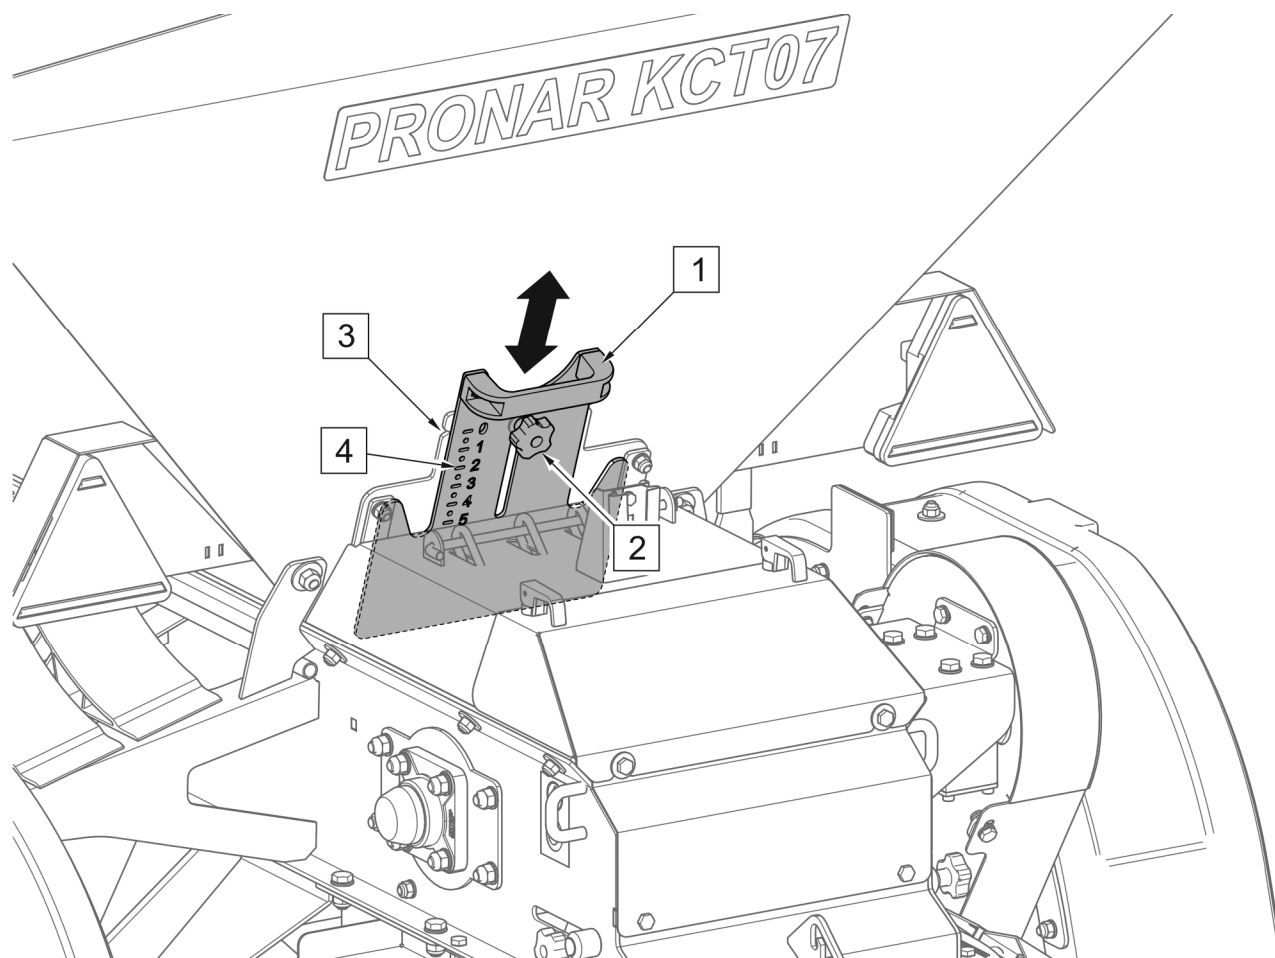

РИСУНОК 4.5 Налаштування затвора стрічкового конвеєра
Щоб змінити кількість розсипаного матеріалу (РИСУНОК 4.5), послабте затискний гвинт (2) і перемістіть затвор (1) у потрібне положення. На затворі є шкала (4), яка інформує про поточне налаштування. Завершивши регулювання необхідно затягнути кріпильний гвинт (2).
Налаштування затвору (РИСУНОК 4.5)	Ширина посипання піском (м)
Налаштування затвору (РИСУНОК 4.5)	Ширина розкидання солі (м)
- Встановити затвор (РИСУНОК 4.5) на потрібну висоту та рухайтесь з постійною швидкістю.
- Виміряйте довжину вимірювального відрізка (L) і ширину розкидання (S).